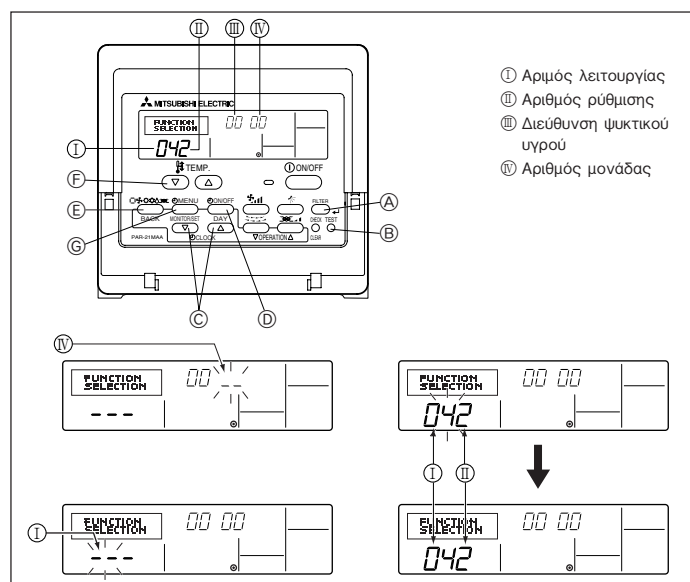

Fig. 6-2
6.2.1. Ρύθμιση λειτουργίας από τη μονάδα (Fig. 6-2)